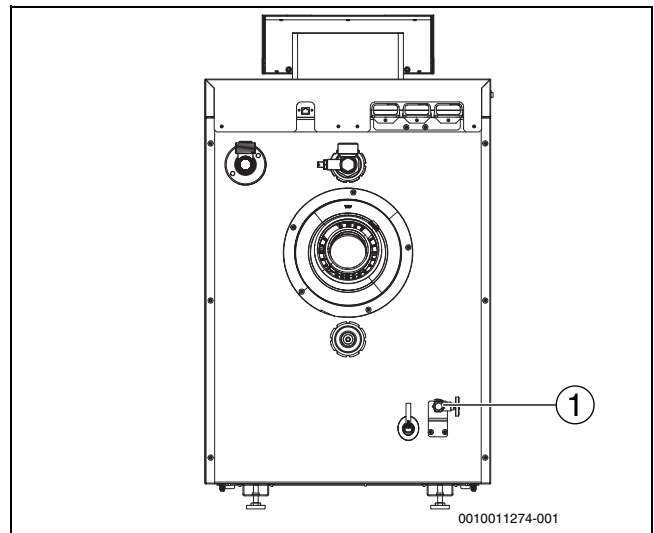

Bild 39 Rückansicht
- ▶ Ölleitung am Öl-Absperrventil (→ Bild 39 [1]) montieren.